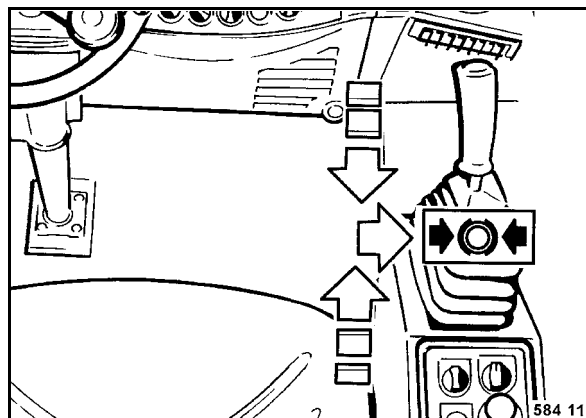

Fig. 49
- Colocar la palanca de marcha (Fig. 49) poco a poco en posición "Neutral" y encajar la palanca de marcha hacia la derecha en posición de frenado.